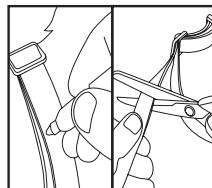

Fig. 7
3. Après avoir ajusté le collier à la bonne taille, la longueur excédentaire peut être coupée (Fig. 7).